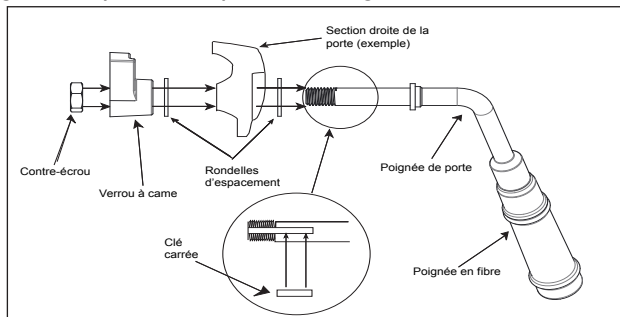

Figure 19.1
2. Placez une deuxième ou plusieurs rondelles comme il est indiqué à la **Figure 19.1**.
6. Installez la poignée en fibre. **Figure 19.1**